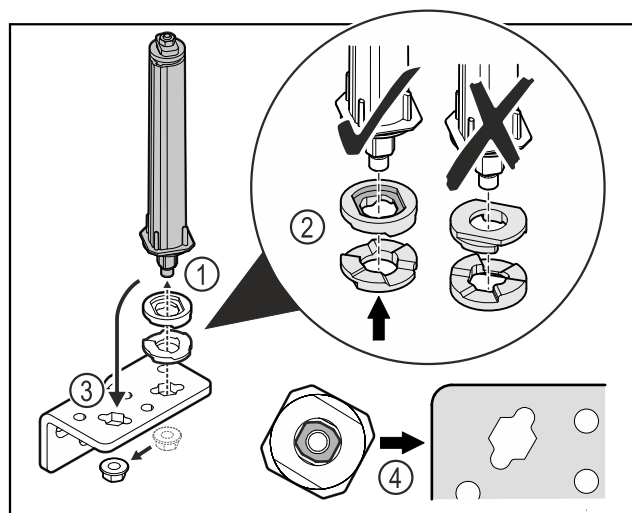

Fig. 47
- Atlaisvinkite veržlę ir pašalinkite durų uždarymo sistemą Fig. 47 (1).
- Atkreipkite dėmesį į tai, kad aukščio reguliavimo poveržlės būtų tinkamai išlygiuotos Fig. 47 (2).
- Perkelkite durų uždarymo sistemą šarnyriniame kampuotyje ir užfiksuokite veržle Fig. 47 (3).
- Įstatydami atkreipkite dėmesį į tai, kad durų uždarymo sistema būtų tinkamai išlygiuota Fig. 47 (4).